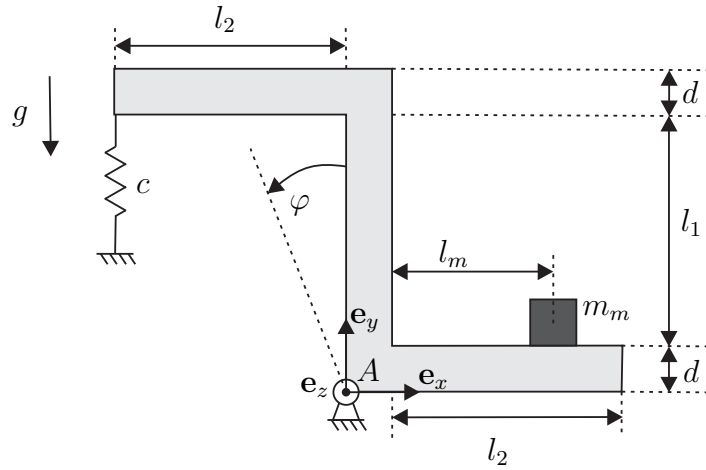

Abbildung 3: Mechanisches System.
3. Betrachten Sie das in Abbildung 3 dargestellte mechanische System. Der Rahmen (homogene Dichte  $\rho$ , Masse  $m_r$ , Dicke  $d$ , Breite  $b$ ) ist im Punkt  $A$  drehbar gelagert und am linken Ende durch eine Feder der Steifigkeit  $c$  mit dem Boden verbunden. Die Feder ist für  $\varphi = 0$  entspannt. Auf dem Rahmen ist die Masse  $m_m$  im Abstand  $l_m$  vom mittleren Steg befestigt. 15 P.